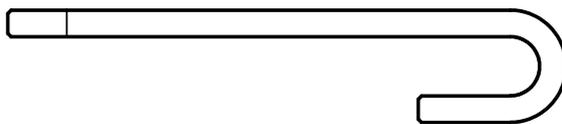

Рис. 17 Механическая кочерга
8.1.15.3. Так же в комплекте горелки используется съемный, механизм автоматической механической чистки горелки – механическая кочерга (Рис. 17). Механическая кочерга предназначена для работы комплекта горелки с интервалом технического обслуживания от 24 до 72 часов.